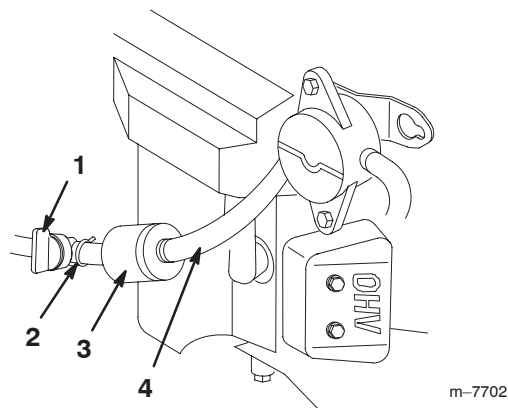

Figure 36
5. Fermez le robinet d'arrivée de carburant (Fig. 36).
6. Pincez les extrémités des colliers et faites glisser ceux-ci pour les éloigner du filtre (Fig. 36).
8. Posez un filtre neuf et rapprochez les colliers de fixation du filtre (Fig. 36).
3. Fermez le robinet d'arrivée de carburant (Fig. 36).
4. Desserrez le collier de serrage au niveau du filtre à carburant et repoussez-le le long de la conduite d'alimentation pour l'éloigner du filtre (Fig. 36).
5. Débranchez les conduites d'alimentation du filtre à carburant (Fig. 36).
Remarque : Laissez l'essence s'écouler dans un bidon ou un bac de vidange (Fig. 36).
7. Raccordez la conduite d'alimentation au filtre. Rapprochez le collier de serrage du filtre pour fixer la conduite d'alimentation (Fig. 36).